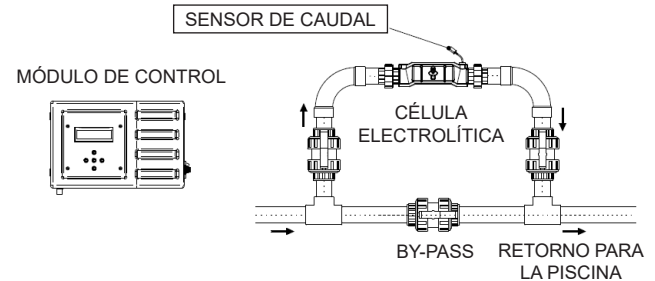

Figura 9
2. Es recomendable que la instalación sea ejecutada en un sistema de “by-pass” asegurando una fácil retirada de la célula electrolítica en los casos de mantenimiento, sin dañar el sistema filtrante existente en la piscina, además de garantizar la regulación del caudal ideal para el aparato, como se muestra en la figura 9.